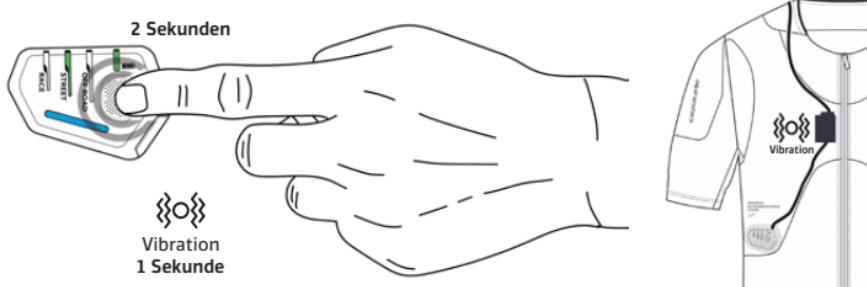

Abbildung 10: Drücken Sie die Display-Taste (3a) 2 Sekunden lang, um den Fahrmodus zu ändern.
Wie bereits erwähnt, bietet das System drei mögliche Fahrmodi: Straßenmodus, Rennmodus und Off-Road-Modus. Nachdem das System korrekt eingeschaltet wurde, kann der Benutzer einfach zwischen den drei verschiedenen Fahrmodi wechseln, indem er die Display-Taste (3a) 2 Sekunden lang drückt (Abbildung 10). Eine SOLIDE GRÜNE LED auf der Fahrmodus-LED (3c) zeigt den Fahrmodus an, der gerade auf dem System läuft. Ein kurzes Vibrieren von ca. 1 Sekunde ist in der Nähe des Aktivierungsreißverschlusses (2) zu spüren und zeigt den Wechsel des Fahrmodus an.